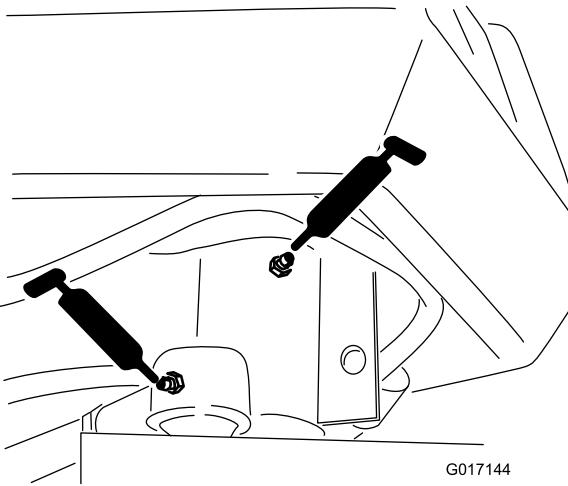

Bild 28
- Lenkgabelwelle (1) (Bild 28)
- Ende der Lenkzylinderstange (Bild 28)